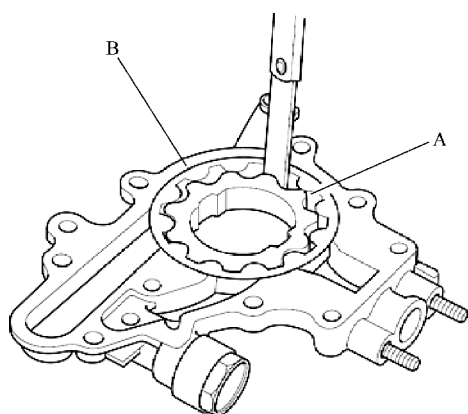

图 22-12 测量转子之间的径向间隙
- 2) 检查内转子 A 和外转子 B 之间的径向间隙，如图 22-12 所示。如果内转子至外转子间隙超出维修极限（0.20mm），则更换机油泵总成。